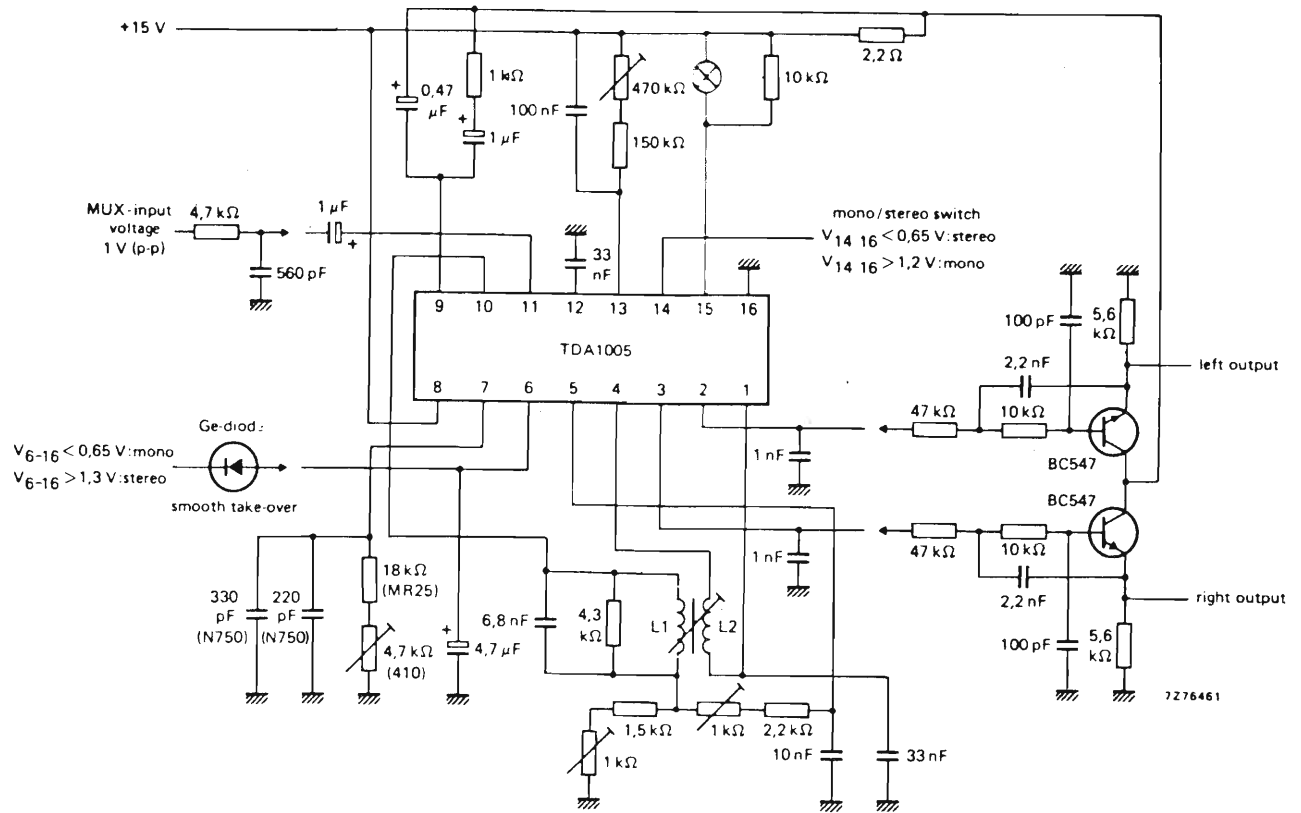
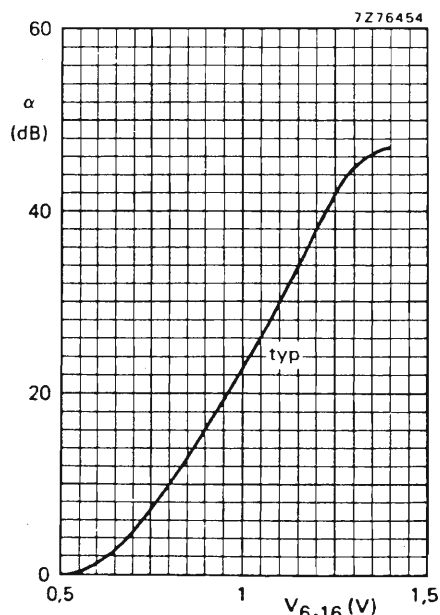

Fig. 5 - Decodificatore stereo funzionante secondo il sistema frequency-multiplex
Fig. 13 - Separazione dei canali in funzione di  $V_{6-16}$  ad 1 kHz.
**Tabella II - Caratteristiche in c. a. e prestazioni dei due tipi di decodificatori (fig. 5 e 6)**
10. Per i circuiti aggiuntivi da collegare al terminale 6 vedi fig. 5 e 6; per la curva vedi fig. 13.